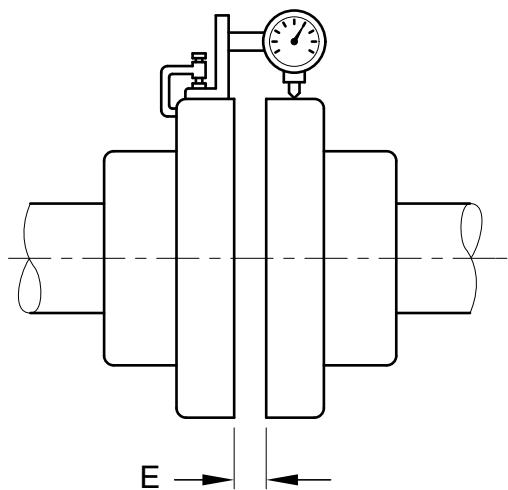

Рис. 8 Радиальное измерение
4.2.3.2 Радиальное измерение (рис. 8)
4.2.3.3 Комбинированное аксиальное и радиальное измерение (рис. 8)